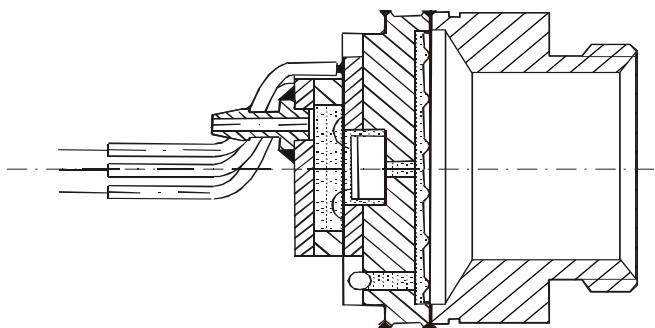

Рисунок 1 -Устройство измерительного модуля
4.4 Первичным измерительным преобразователем является пьезорезистивная кремниевая структура (пластина монокристаллического кремния с диффундированными пьезорезисторами, соединёнными по мостовой схеме), отделённый от среды измерения разделительной мембраной и заполненный специальной жидкостью. Конструкция тензомодуля гарантирует устойчивость измерительного преобразователя от ударных воздействий измеряемым давлением и от перегрузки по давлению (см. рисунок 1).